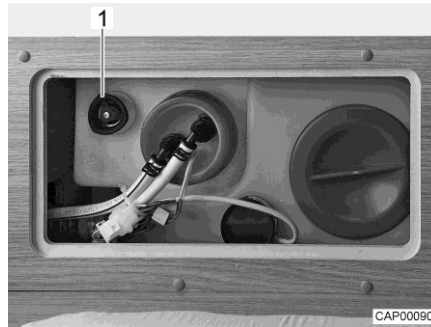

Bild 124 Wassertank mit Drehgriff
- Auf dem Wassertank den Drehgriff (Bild 124,1) entgegen dem Uhrzeigersinn über den Widerstand hinaus bis zum Anschlag drehen, um die Ablauföffnung vollständig zu öffnen.